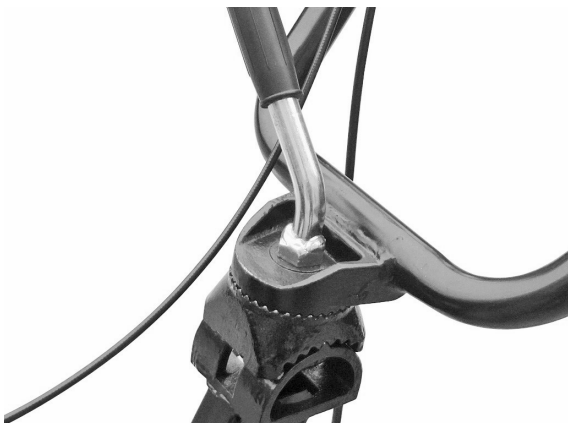

Figure 5
- Desserrez le dispositif de réglage du guidon et sélectionnez le trou dans la position appropriée. Réglez la barre transversale du guidon à la hauteur de la taille de l'opérateur, puis tournez le dispositif de réglage pour le bloquer (voir Fig. 5).